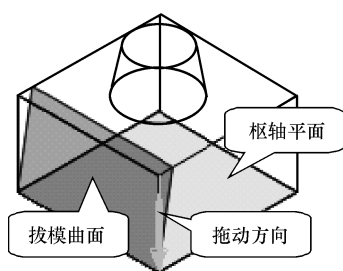
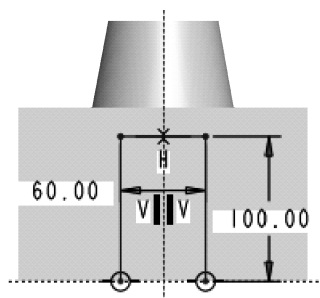
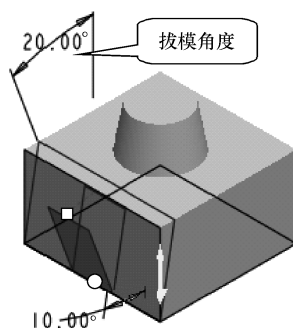

图 7-74 单击拔模参照
图 7-75 草绘分割曲线
图 7-76 设置拔模角度
(8) 单击【工程特征】工具栏中的【拔模】按钮，弹出【拔模】操控板。
(9) 在图形区选择长方体前表面作为拔模曲面，单击【拔模枢轴】收集器，使其处于激活状态，在图形区选择长方体下底面作为拔模枢轴平面。系统自动选择该平面的正法线方向作为拔模角参照，如图 7-74 所示。
(10) 在操控板中单击【分割】按钮，弹出【分割】下滑面板。
(11) 在【分割选项】下拉列表框中选择【根据分割对象分割】选项，单击【分割对象】收集器右侧的【定义】按钮，选择长方体前表面作为草绘平面，默认草绘平面的各放置属性，使用缺省参照，进入草绘环境，草绘分割曲线，如图 7-75 所示。
(12) 完成草绘后，单击【草绘器按钮】工具栏中的【完成】按钮回到建模界面。
(13) 在对话框【第一侧拔模角度】组合框中修改角度值为“10”。
(14) 在【第二侧拔模角度】组合框中修改角度值为“-20”，如果方向不对，可以通过单击【拔模角度】组合框右侧的【反转拖动方向】按钮进行修改，图形区如图 7-76 所示。